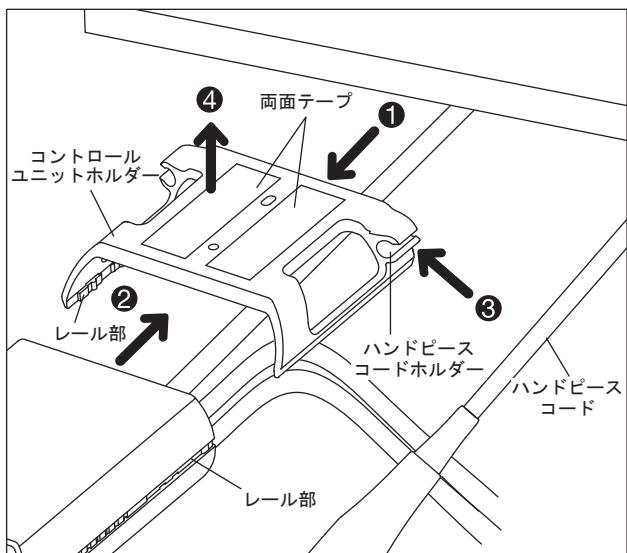

図5
### 3-5 コントロールユニットホルダーの取り付け(図5)
- 1)両面テープをコントロールユニットホルダーの平らな面(図5参照)に貼り付けてます。(①)
- 2)コントロールユニットとホルダーのレール部をあわせ、本体をホルダーに取り付けます。(②)
- 3)ハンドピースコードをハンドピースコードホルダーに押し込みます。(③)
- 4)両面テープのカバーをはがし、接着面をテーブルまたはトレーの下等に取り付けます。(④)